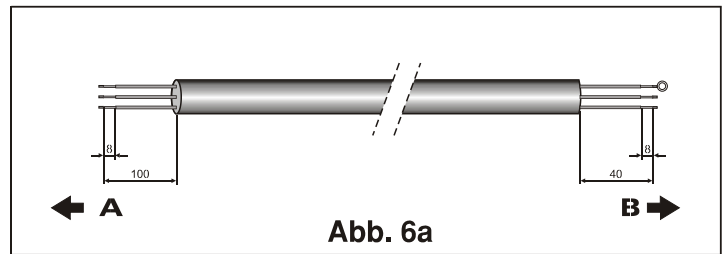

Abb. 6a
3. Bereiten Sie die Kabelenden für den Energieeingang und für die Kabel zwischen den im Freien und Inneneinheiten vor, wie in Abb. 6a und 6b gezeigt.